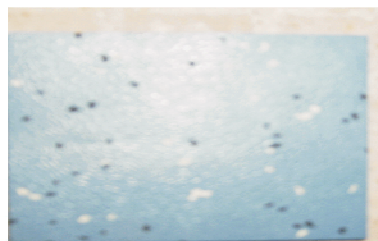

图3 铺设完成后的橡胶地板
3) 将每种混凝土自流平地面分成 4 块,其中每 2 块为一个实验组,即在 2 块一组的自流平地面上分别以单组分胶水和双组分胶水作为粘合剂以及德国优成自流平水泥 150 # 界面剂按橡胶地板施工工艺要求进行橡胶地板铺设。铺设完成后的橡胶地板见图 3。每个实验组分 7 d 和 14 d 两个实验周期。